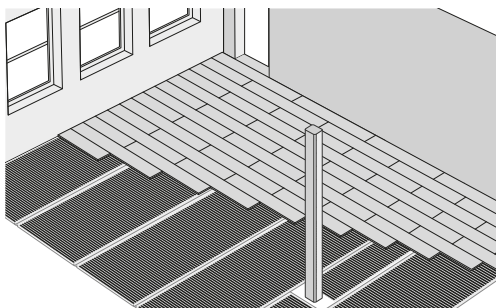

Fig. 10. Installer gulvbelægning
- Gulvet skal lægges som et svømmende lag og må ikke fastgøres til de underliggende lag. (fig. 10)